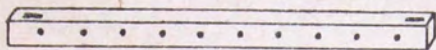
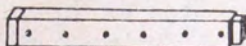

Fig. No. 1 (4)
Fig. No. 2 (4)
**Lateral:** esta lleva por la parte plana diez perforaciones con broca de villamarquín, de una pulgada a diez centímetros de distancia, entre sí. Por la parte del grosor lleva una escopleada para los travesaños. Medidas: 1.10 metros largo, 6 cms ancho, 3 cms grosor (figura No. 1).
**Travesaños:** estos llevan por la parte plana seis perforaciones y espigas a las extremidades, para formar cuadro. Medidas: 66 cms largo, grosor y ancho, el mismo de la figura No. 1 (figura No. 2).